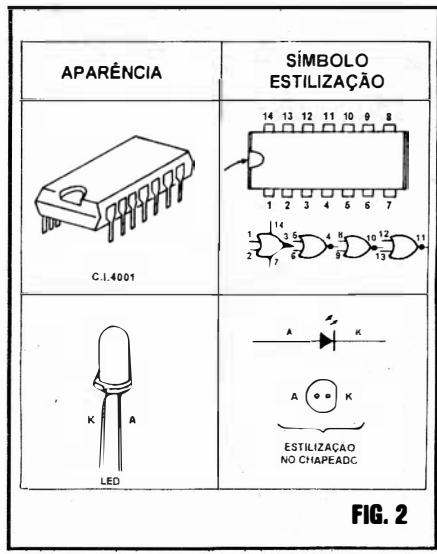
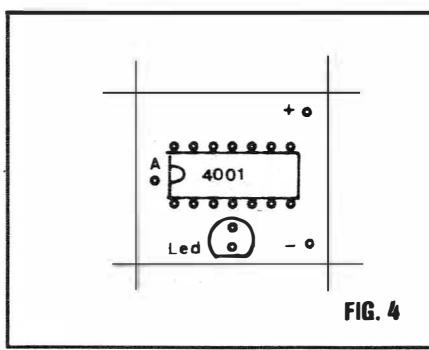

FIG. 2
FIG. 4
- FIG. 2 - PRINCIPAIS COMPONENTES DA MONTAGEM - O título do presente item é uma “redundância”, já que os principais componentes são os “únicos” componentes do circuito: o Integrado e o LED... Ambos são vistos, na figura, em suas aparências, símbolos,
- FIG. 4 - “CHAPEADO” DA MONTAGEM - Agora vista pela face não cobreada, a plaquinha mostra, devidamente posicionados, o Integrado e o LED (em dúvida, consultem novamente a fig. 2...). Observar a orientação da extremidade marcada do 4001 e o lado chanfrado do LED. O ponto “A” destina-se à conexão da antena sensora, enquanto que os pontos “+” e “-”, obviamente, destinam-se à recepção dos cabos provenientes do suporte de pilhas(alimentação)...